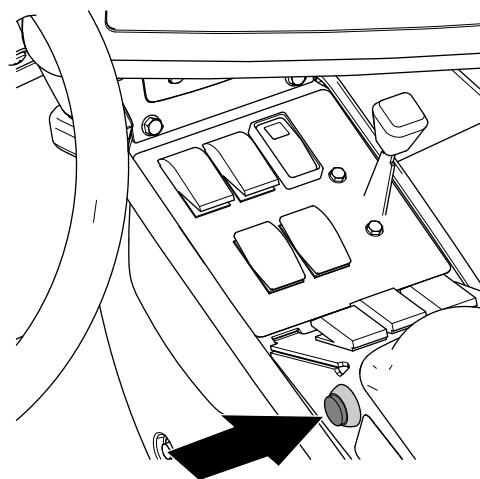

図 163
7. マシンのマスターブームスイッチをオンにセットする 図 163。